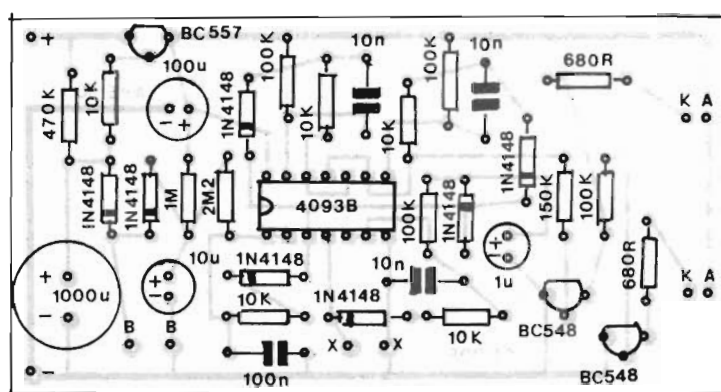

Fig.3
- FIG. 3 - "CHAPEADO" DA MONTAGEM - Agora o "outro" lado (não cobreado) da placa, com praticamente